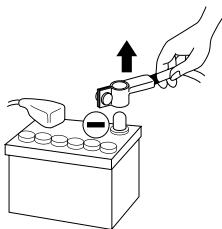

图 1
- 开始安装前，请先断开蓄电池负极，以免造成伤害、火灾或财产损失的风险。（图1）
- 2 - 开始安装前, 请先断开电池负极的电缆 (图1)。
在开始进行连接之前，请务必取下汽车电池的负端子（-）（图1）。